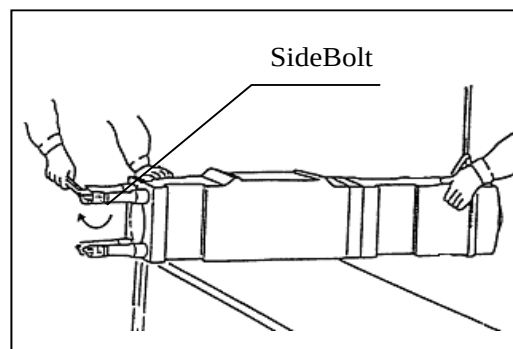

Fig.9
11. Met steeksleutel de bouten, met de richting van de klok mee, aandraaien. Zie Fig.9.